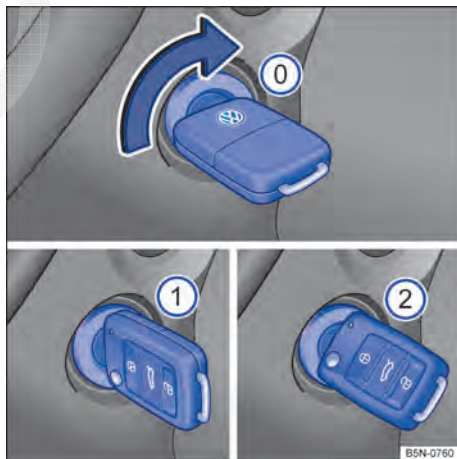

Fig. 90 Ao lado do volante, à direita: posições da chave do veículo no cilindro da ignição.
Posições da chave do veículo → Fig. 90
4.	Girar a chave do veículo no cilindro da ignição para a posição → Fig. 90 ① para ligar a ignição. Nesse instante a luz de controle do sistema de partida aquecida ∞ irá se acender no instrumento combinado.
6.	Girar a chave do veículo no cilindro da ignição para a posição → Fig. 90 ② para dar partida no motor – não acelerar. Caso a etapa 5 não seja respeitada, a luz de controle ∞ irá piscar indicando a necessidade de interromper o procedimento de partida e repeti-lo após retornar a chave para a posição → Fig. 90 ③ e aguardar aproximadamente 10 segundos.
5.	Girar a chave do veículo no cilindro da ignição para a posição → Fig. 90  .